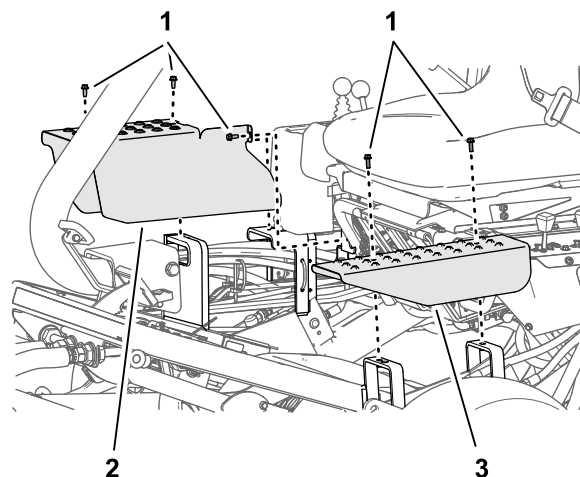

Figure 52
2. Retirez les boulons qui fixent la plaque de protection du vérin de levage que vous réglez aux supports du châssis (Figure 52).